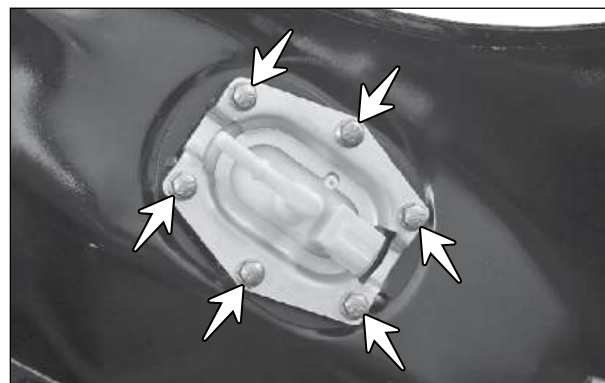

Fig. 4.7
- Remova os parafusos (M6x10) (setas) de fixação da placa de fixação do conjunto do módulo da bomba de combustível e remova a placa. (Fig. 4.7)